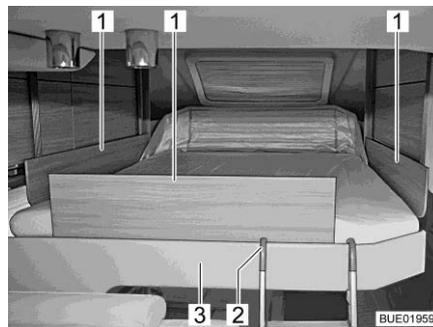

Fig. 139 Lit escamotable avec plaques de sécurité
- Mettre les plaques de sécurité (Fig. 139,1) en place entre le matelas et la bordure du lit (Fig. 139,3).
- Accrocher les deux étriers de l'échelle de montée (Fig. 139,2) à la bordure du lit (Fig. 139,3).
- Décrocher l'échelle de montée (Fig. 139,2) de sur la bordure du lit (Fig. 139,3).
S'il n'est plus possible de déplacer le lit escamotable avec les touches fléchées (Fig. 139,2 et 8), contrôler d'abord le fusible de réserve 3 sur le bloc électrique (voir paragraphe 9.12.1). Si le fusible n'est pas défectueux mais qu'il n'est toujours pas possible de déplacer le lit escamotable, ce dernier peut l'être manuellement.